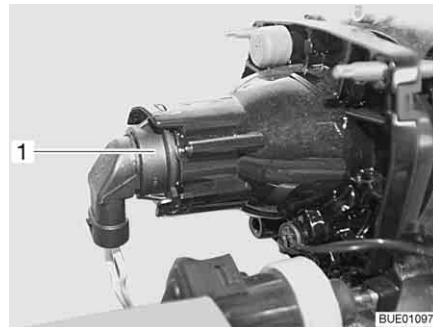

Fig. 259 Feu de croisement/feu de position/feu de route
- Placer la main derrière le support de l'ampoule (Fig. 259,1).